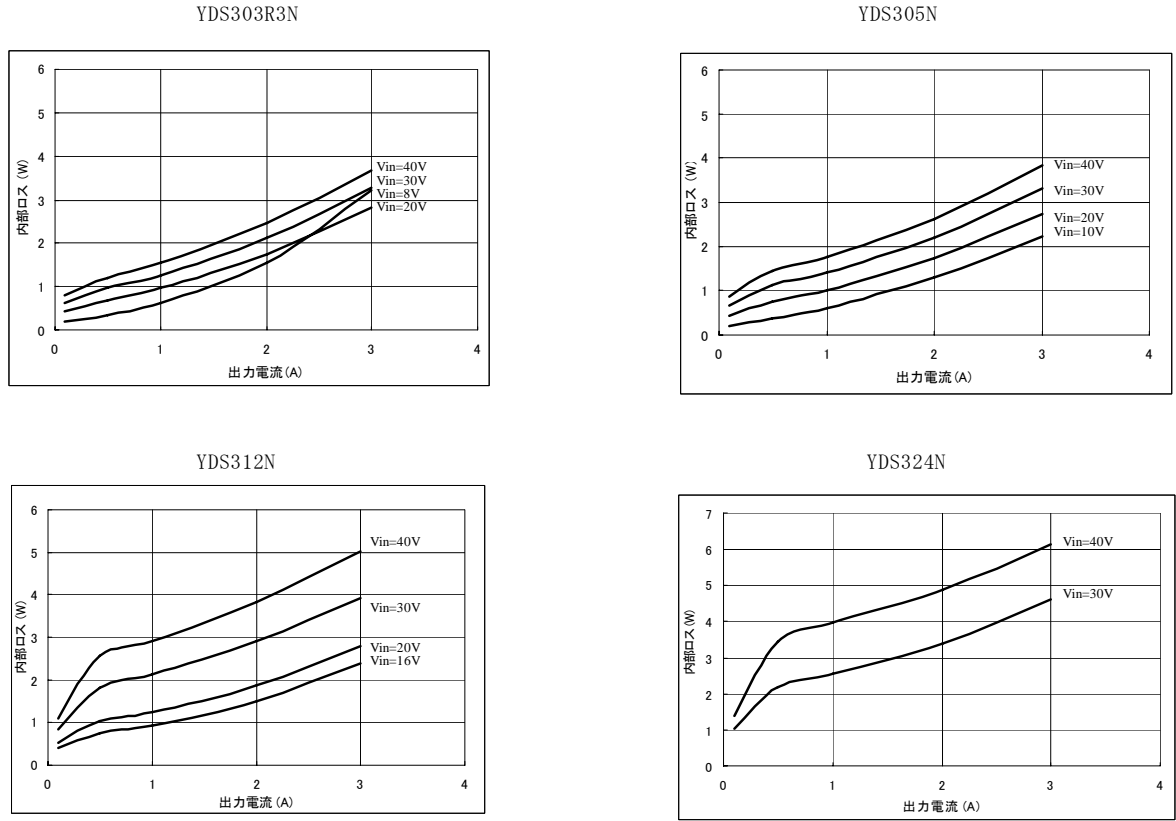

図6. 内部ロス曲線 (Ta=25°C 代表例)
- c). 図6の「内部ロス曲線」からb)の条件に近い動作点における内部ロスを求めます。